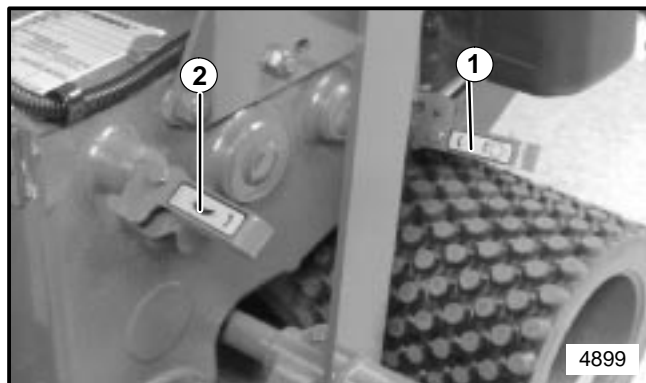

FIGURE 20
23. Utiliser les attaches de câble pour bien maintenir le tube en serpentin au support de poignée. Voir Figure 20.
Embraye et débraye la lame pour la coupe et les vitesses pour la conduite de la machine. Se reporter à la figure 20.